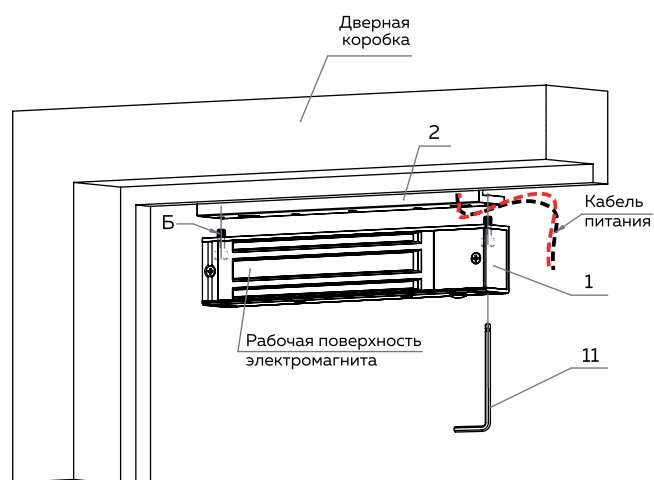

Рисунок 5
- 2** Через овальный паз пропустить кабель питания для замка и соединить согласно схеме подключения. Для фиксации электромагнита **1** на монтажном уголке **2** необходимо при помощи ключа **11** затянуть винты **Б** (см. рис. 5).